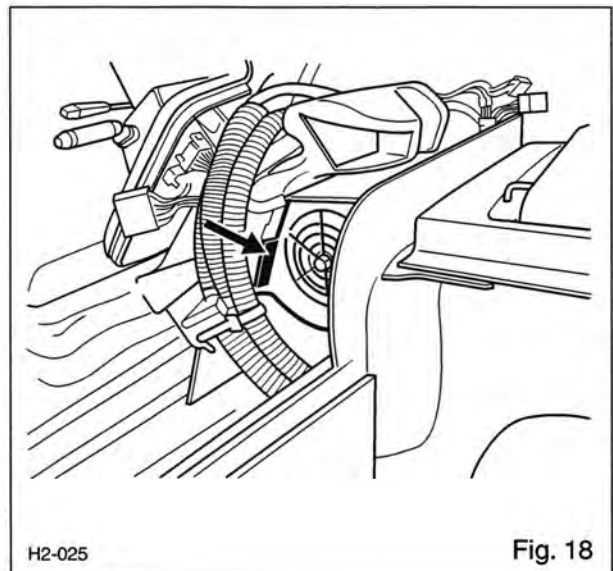

Fig. 18
- Løsn fastspændingsanordningerne på blæserens fastspændingsflig i højre side (Fig. 18).